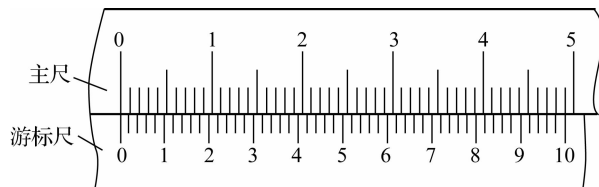

图 1-2 分度值为 0.02 mm 的游标卡尺刻线原理示意图
(1)分度值为 0.02 mm 的游标卡尺的刻线原理。分度值为 0.02 mm 的游标卡尺的主尺上每个小格为 1 mm。当两量爪合并时,主尺上的 49 mm 刚好等于游标尺上的 50 格,如图 1-2 所示,则游标尺上每格为  $49\text{ mm}/50=0.98\text{ mm}$ ,主尺上每格与游标尺上每格相差  $1\text{ mm}-0.98\text{ mm}=0.02\text{ mm}$ 。